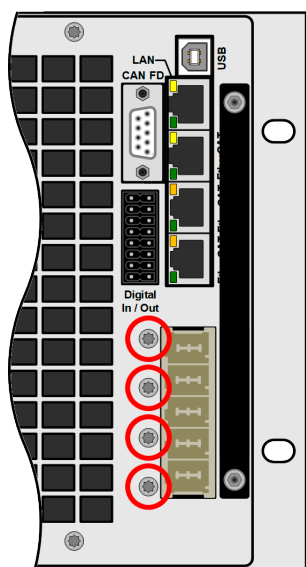

Figure 11 - Vis à retirer temporairement
1. Enlever les deux vis du boîtier filtre AC comme indiqué en *Figure 11*.